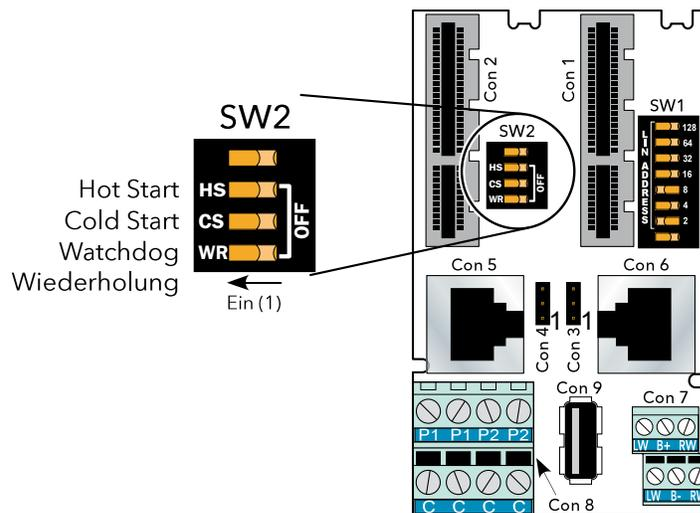

Abbildung 2.4.2 LIN Optionsschalter
Diese wird über die Hot Start (HS) und Coldstart (CS) Elemente eingestellt, wie in Abbildung 2.4.2 gezeigt.